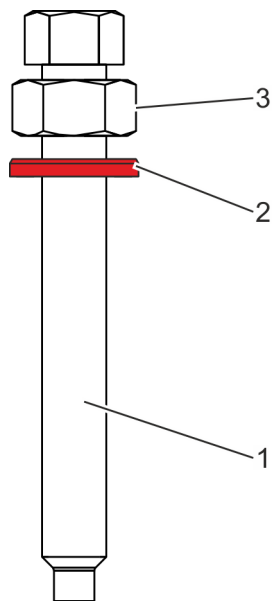

Fig. 28 : Préparation des vis de fixation
4. ➤ Dévisser complètement un écrou (Fig. 28 /3) sur chacune des vis de fixation (Fig. 28 /1) pour le dispositif de blocage.
5. ➤ Mettre une rondelle (Fig. 28 /2) sur chacune des vis de fixation (Fig. 28 /1) pour le dispositif de blocage.